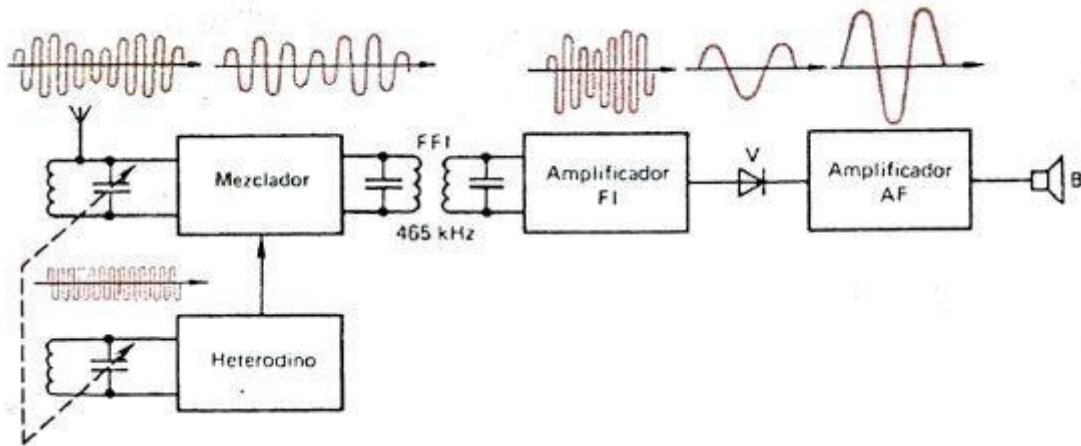

Figura 166. Esquema estructural del superheterodino
El esquema estructural del superheterodino puedes verlo en la Figura 166. Su circuito oscilante sintonizable, de entrada, es el mismo que el del receptor de amplificación directa. Desde él la señal recibida de la emisora llega al *mezclador*. A éste se hace llegar también la señal de un generador local de oscilaciones de radiofrecuencia de poca potencia, denominado *heterodino*. En el mezclador las oscilaciones del heterodino se transforman en oscilaciones de frecuencia intermedia (FI), igual de ordinario a la diferencia entre la frecuencia del heterodino y la de la señal recibida, las cuales después se amplifican y demodulan. En la mayoría de los casos la frecuencia intermedia del superheterodino es igual a 465 kHz. Las oscilaciones de frecuencia acústica separadas por el detector también se amplifican y después son transformadas por el altavoz en oscilaciones sonoras.